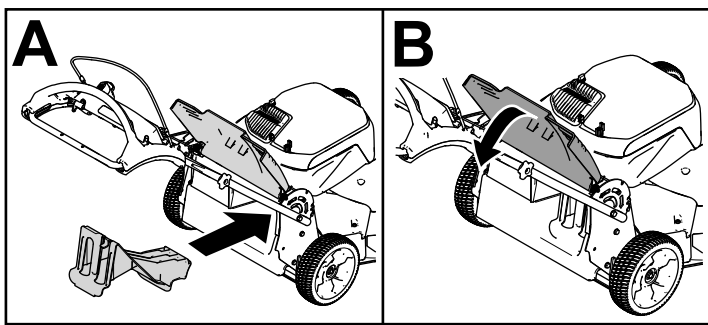

Figura 17
- Se o bujão de descarga traseira não estiver instalado, agarre-o pelo manípulo, elevando o defletor traseiro e insira-o na calha de descarga traseira até que encaixe no sítio; consulte Figura 17.
Importante: Certifique-se de que o bujão de descarga traseiro está no lugar antes de reciclar as aparas de relva (Figura 17).